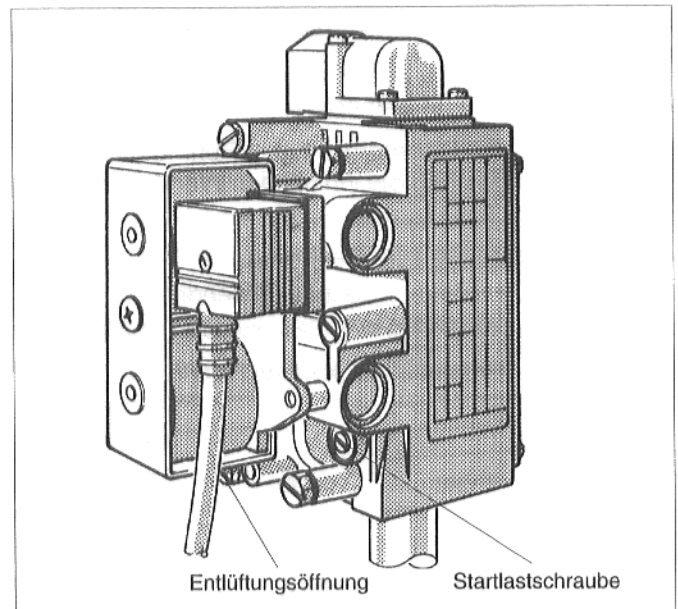

Abb. 50: Gasbrennerarmatur "SIT" 830 Tandem
- Bei "SIT" 830 Tandem: Abdeckkappe über der Entlüftungsöffnung entfernen (Abb. 50).
- Etwa 10 Sekunden, nachdem die Armatur geöffnet hat, erkennbar durch ein leichtes Klicken, Stufendruck am U-Rohr-Manometer ablesen und durch Drehen in Plus- oder Minus-Richtung an der Startlastschraube (Abb. 50 und 51) auf ca. 7 mbar bei Erdgas, ca. 18 mbar bei Flüssiggas einstellen. Der Stufendruck kann nur bei abgedeckter Entlüftungsöffnung eingestellt werden.